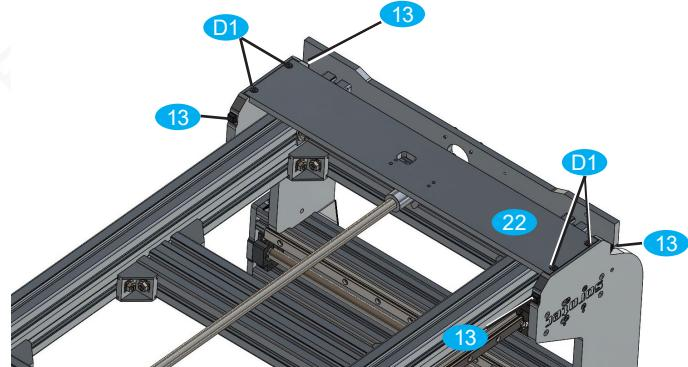

Bild 20: Montage Portalunterzug
- Portalunterzug 22 wie in Bild 20 dargestellt in die Aussparungen der Portalwangen einsetzen und mit Zylinderschrauben D1 montieren; Schrauben leicht gegenziehen.